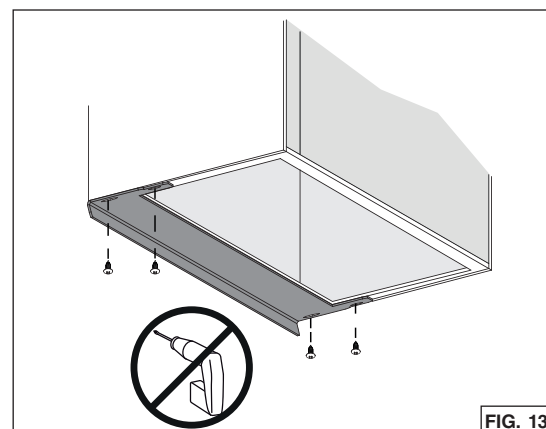

FIG. 13
8. Des bandes protectrices, sous 3 différents formats, sont incluses avec ces appareils. Elles conviennent à des armoires allant jusqu'à 13 po de profondeur. Pour des armoires allant jusqu'à 15 po de profondeur, un autre ensemble de 4 bandes protectrices est offert (pour BBN2243SS: HADTBN24, pour BBN2303SS: HADTBN30). Choisir la bande qui peut couvrir la lisière arrière de l'armoire. Utiliser 4 vis à bois à tête bombée n° 6 x 3/4 po (incluses) pour la fixer (FIG. 13).